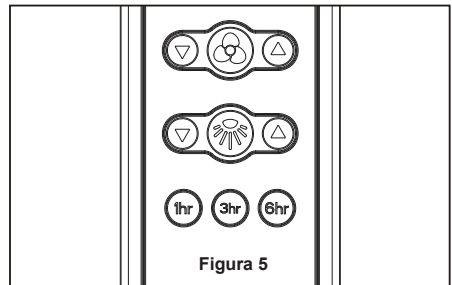

Figura 5
5. Pase los cables a través de la cubierta de unión del motor, la cubierta para el tornillo y el capuchón. (Figura 5)
5. Funciones del control remoto: (Figura 5)